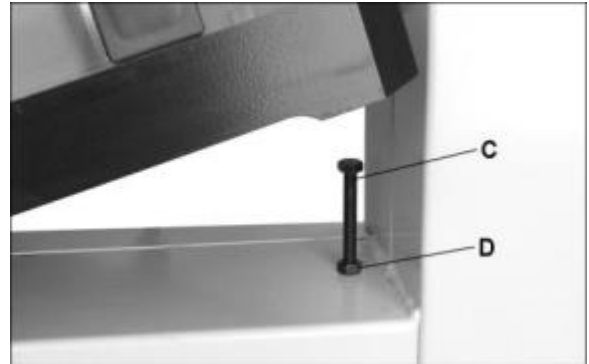

Fig 16
Desserrez l'écrou (D, Fig 16) pour régler le boulon d'arrêt (C).